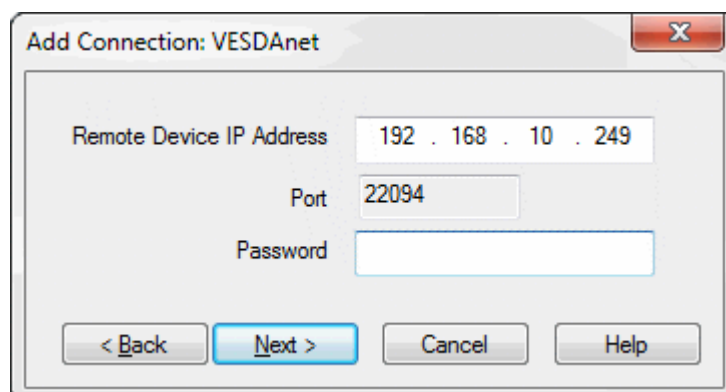

Рис. 5-6: Ввод IP-адреса
2. Укажите IP-адрес извещателя. Введите пароль для входа в систему через Ethernet и Wi Fi. Нажмите кнопку **Next** (Далее) (Рис. 5-6).